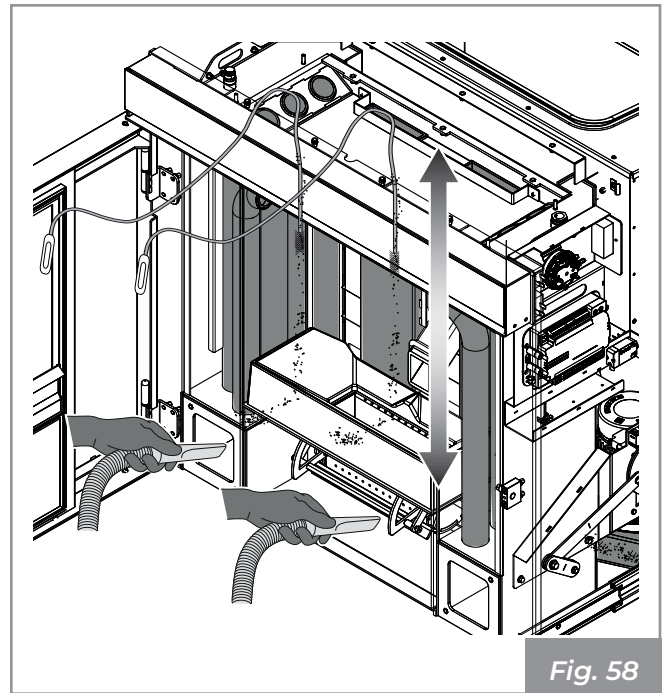

Fig. 58
- Utilizzare una spazzola con laccio flessibile per pulire i tubi di scambio presenti nella camera di combustione **(Fig. 58)**